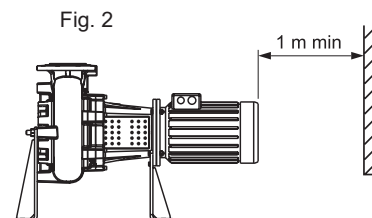

Fig. 2
- 2 - Elettropompa disposta con asse rotore orizzontale su appositi supporti e bocca di mandata rivolta verso l'alto (fig. 2).